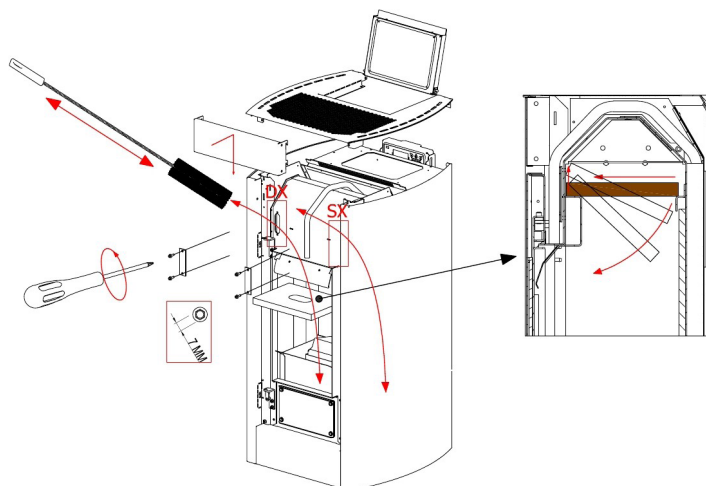

Fig. 67 - Reiniging
- De bovenste deflector verwijderen (zie **Fig. 67 op pag. 37**), eventueel de as opzuigen en de wanden van de verbrandingskamer reinigen.